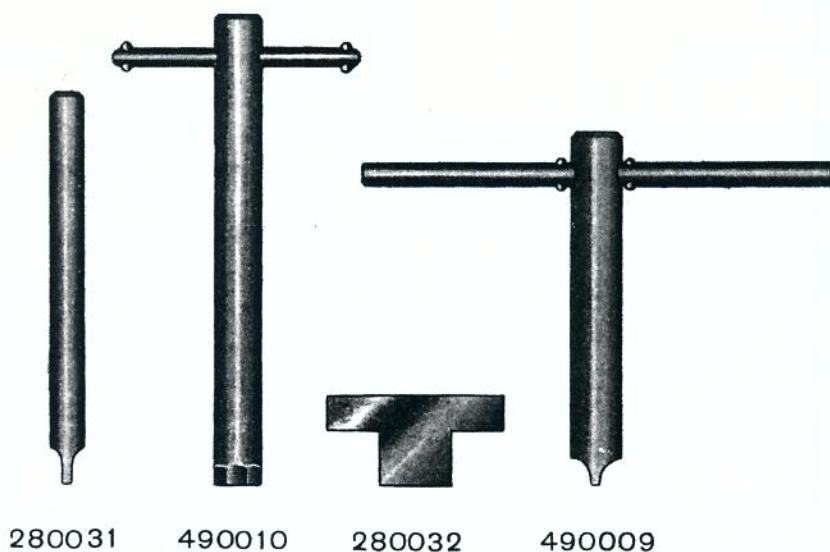

Fig. 16
Jôgo de Ferramentas (TS) — Para este modelo de carburador, temos quatro ferramentas especiais, que formam o Jôgo de Ferramentas — TS 444 (fig. 16).